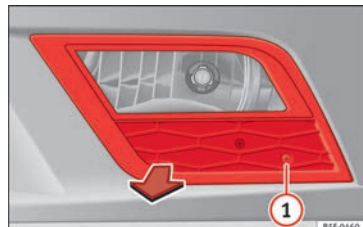

Abb. 110 Nebelscheinwerfer
- Entfernen Sie die Schraube » Abb. 110 (1) mit einem Schraubendreher aus dem Gitter des Nebelscheinwerfers.